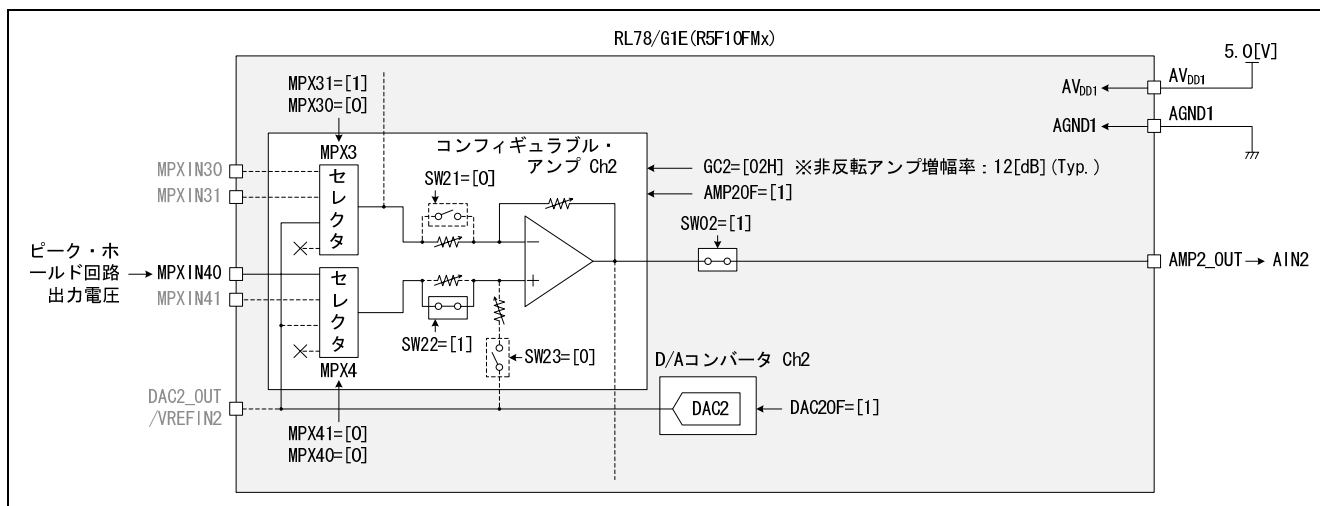

図 6.3 コンフィギュラブル・アンプ Ch2 (非反転アンプ構成) のブロック図
- ① コンフィギュレーション・レジスタ 1 (CONFIG1) の SW21=0、SW22=1、SW23=0 に設定します。
- ② MPX 設定レジスタ 1 (MPX1) の MPX31=1、MPX30=0 に設定し、コンフィギュラブル・アンプ Ch2 の反転入力ソースを“D/A コンバータ Ch2 出力信号または VREFIN2 端子”に設定します。
- ③ MPX 設定レジスタ 1 (MPX1) の MPX41=0、MPX40=0 に設定し、コンフィギュラブル・アンプ Ch2 の非反転入力ソースを“MPXIN40 端子”に設定します。
- ④ アンプ動作モード制御レジスタ (AOMC) の CC1=0、CC0=0 に設定し、コンフィギュラブル・アンプ Ch1~Ch3 の動作モードを“高速モード”に設定します。
- ⑤ ゲイン制御レジスタ 2 (GC2) を 02H に設定し、コンフィギュラブル・アンプ Ch2 (非反転アンプ構成) の増幅率 (Typ.) を“12dB”に設定します。
- ⑥ コンフィギュレーション・レジスタ 2 (CONFIG2) の SW02=1 に設定します。
- ⑦ パワー制御レジスタ 1 (PC1) の AMP2OF=1 に設定することにより、コンフィギュラブル・アンプ Ch2 (非反転アンプ構成) 動作が開始します。
- コンフィギュラブル・アンプ Ch2 を非反転アンプ構成として使用する場合のコンフィギュラブル・アンプ Ch2 のブロック図を図 6.3 に示します。